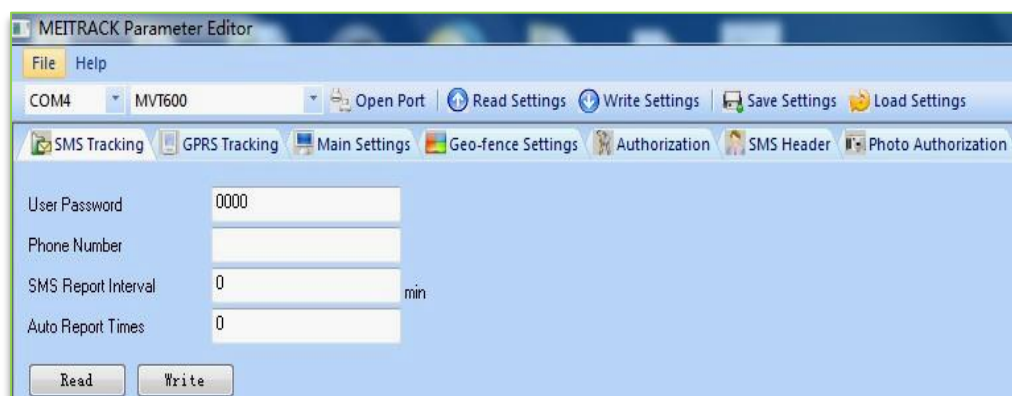

Figura 8. Ventana de configuración de reportes SMS a través del Editor de Parámetros
2. Abra el administrador de dispositivos de su ordenador ("Aplica solamente a PC con Windows XP o recientes", El administrador de dispositivos se encuentra en Control Panel\Sistemas y seguridad/ sistemas). Localice y expanda la sección de Puertos en la ventana del administrador de dispositivos como se muestra en la Figura 8.